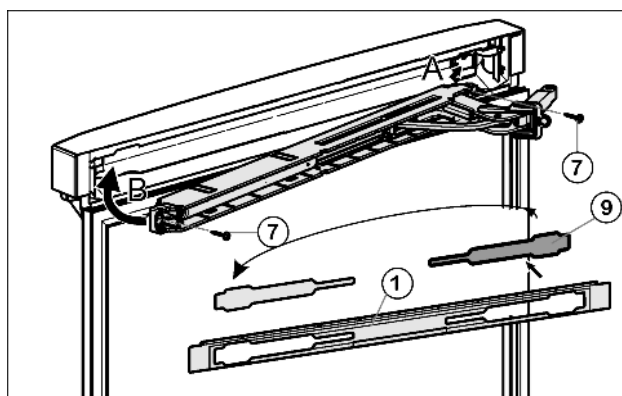

Fig. 17
- ▶ Afdekking *Fig. 17 (9)* uit de afdekplaat *Fig. 17 (1)* nemen en aan de andere kant weer inzetten.
- ▶ Bovenste sluitdemper-eenheid met scharnier naar de scharnierzijde gericht inhaken (A) en indraaien (B).
- ▶ Sluitdemper-eenheid vastschroeven (2 maal Torx® 15 *Fig. 17 (7)*).